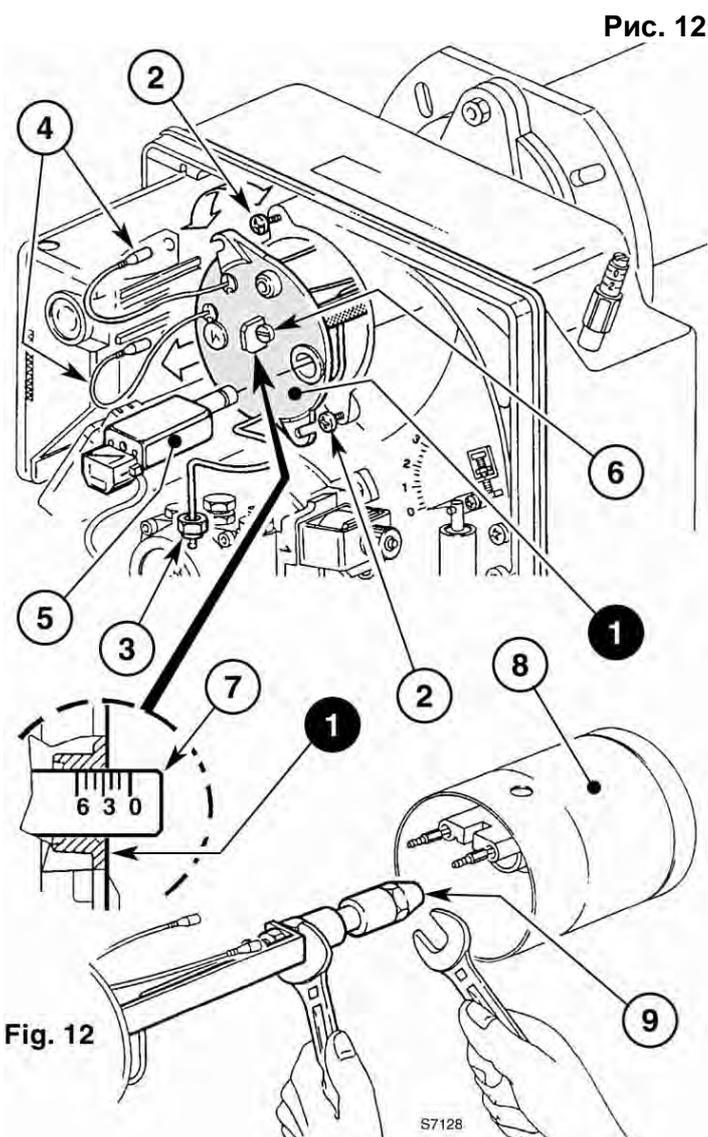

Рис. 12
ДЛЯ ТОГО ЧТОБЫ УСТАНОВИТЬ ФОРСУНКИ, ВЫПОЛНИТЕ СЛЕДУЮЩУЮ ПОСЛЕДОВАТЕЛЬНОСТЬ ДЕЙСТВИЙ: (смотри Рисунок 12)
(2) РЕГУЛИРОВКА ГОЛОВКИ (смотри рисунок 12 на странице 7)